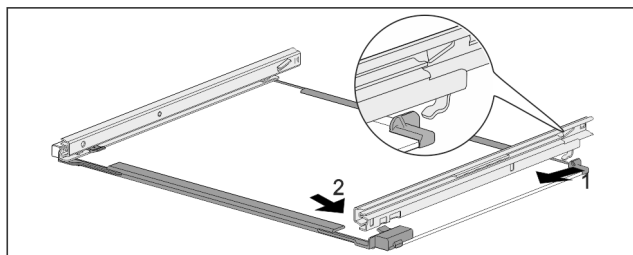

Fig. 66 Ripiano in vetro con guide
- Agganciare la guida sul lato posteriore. Fig. 66 (1)
- Innestare la guida sul lato anteriore. Fig. 66 (2)